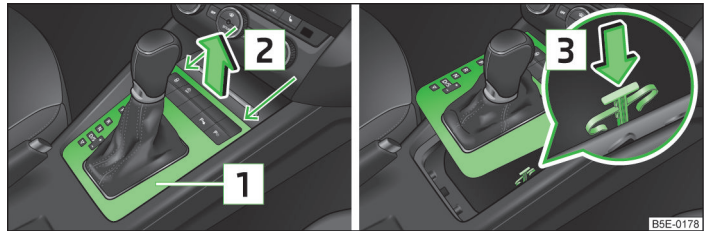

Abb. 210 Wählhebel-Notentriegelung
- Die Abdeckung **1** im Bereich der Pfeile fassen und vorsichtig in Pfeilrichtung **2** vorn und dann hinten anheben » Abb. 210.